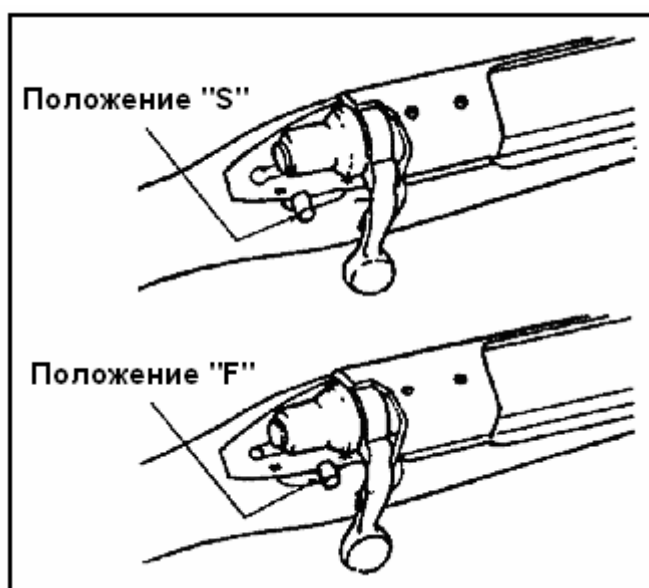

Рис. 2-3. Предохранитель.
(1) Для постановки винтовки на предохранитель, переместите рычаг в положение «S» (рис. 2-3).
(2) Всегда ставьте винтовку на предохранитель при обслуживании, зарядании и разрядании винтовки.
(3) Для снятия с предохранителя, переместите рычаг в положение «F» (рис.2-3).